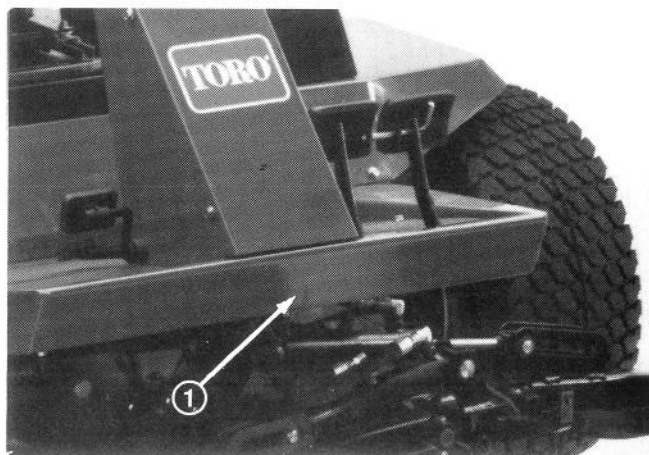

Figura 18
2. Attaccate una catena adatta oppure un cavo al centro dell'elemento del telaio anteriore (Figura 18).